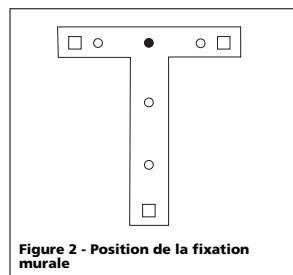

Figure 2 - Position de la fixation murale
- Il y a trois points de montage au bas du compresseur. Le compresseur est conçu pour être suspendu avec la sortie du boyau pointant vers le bas. La fixation de suspension au mur doit être installée dans la position illustrée sous la figure 2 et bien attachée aux montants ou dans le béton avec des boulons d'ancrage dans le béton.